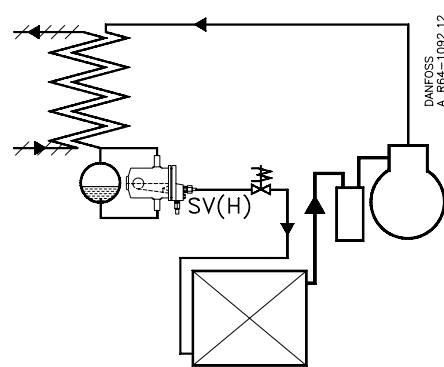

Fig. 6
Når SV(H) bruges som selvstændig ekspansionsventil (fig. 6), forbindes væskeafgangsledningen til niplen 5.